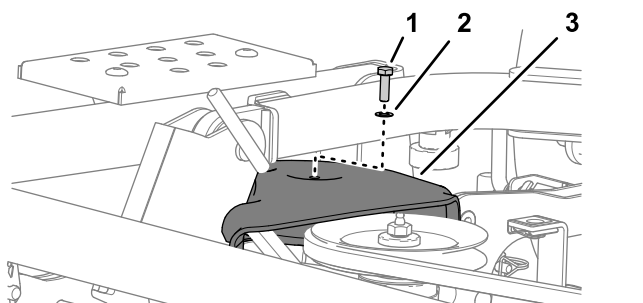

Figura 117
2. Rimuovete il bullone e la rondella che fissano il copripuleggia al piatto di taglio (Figura 117).
1. Allineate il copripuleggia sulla puleggia più a destra; fate riferimento alla Figura 117 in Rimozione del copripuleggia \(pagina 79\).